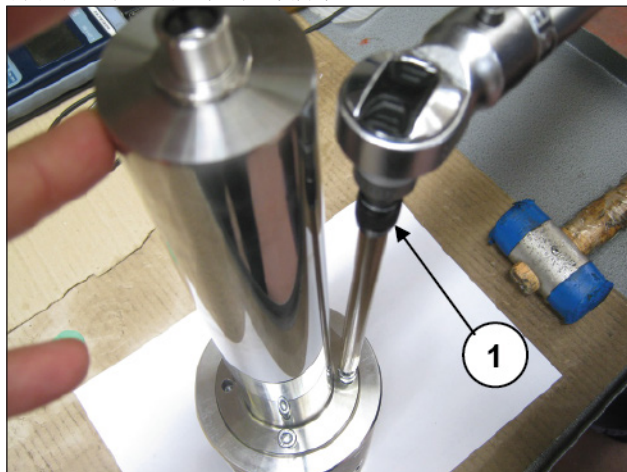

图 73
利用专用工具锁定活塞导承，接着用扭力扳手进行螺丝的调节(①，图 73)，如第3章所示。